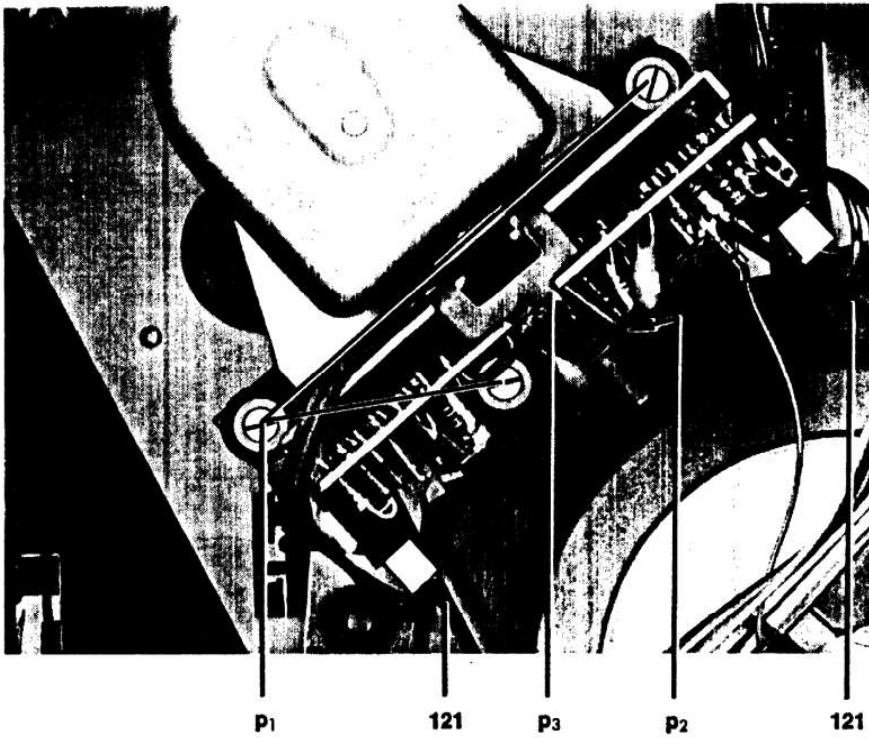

Abb. 11 Motorbaustein
**23. Motorbaustein kpl. 116 mit Tonwellen-Motorregelung 460 [Abb. 11]****VORSICHT MOS-TECHNIK**